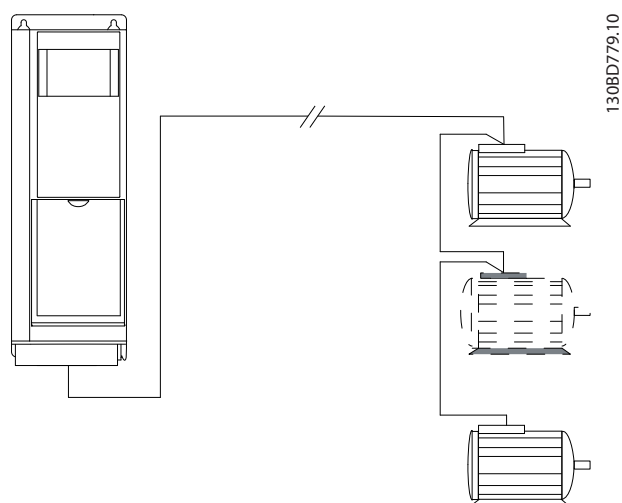

Ilustración 3.16 Cables largos en conexión en serie
- Para cables largos sin conexión paralela, consulte la Ilustración 3.16.